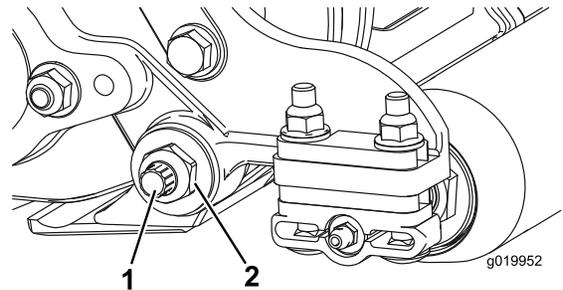
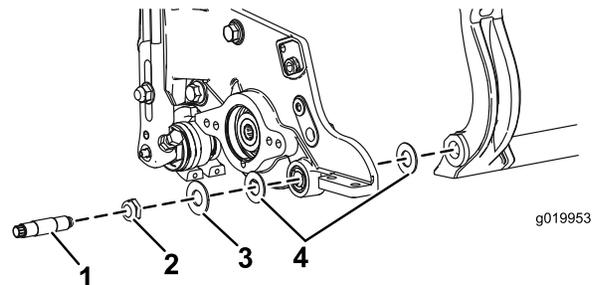

Bild 26
Bild 27
3. Lösen Sie an jeder Seite der Maschine die Klemmmutter, mit der die Schraube des Untermesserträgers befestigt ist (Bild 26).
4. Nehmen Sie jede Schraube des Untermesserträgers ab, damit der Untermesserträger nach unten gezogen und von der Maschine entfernt werden kann (Bild 26). Bewahren Sie die beiden Nylonscheiben und die beiden Scheiben aus gestanzten Stahl an jedem Ende des Untermessers auf (Bild 27).